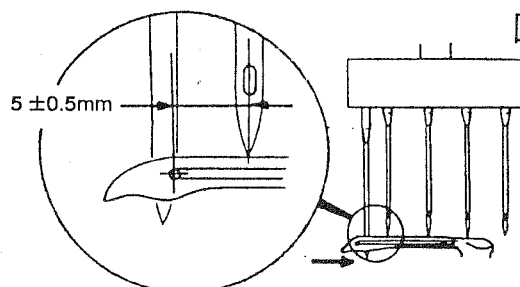

図 14
- (3) ルーパーと偏平縫い右針の位置関係の確認 (図 14)